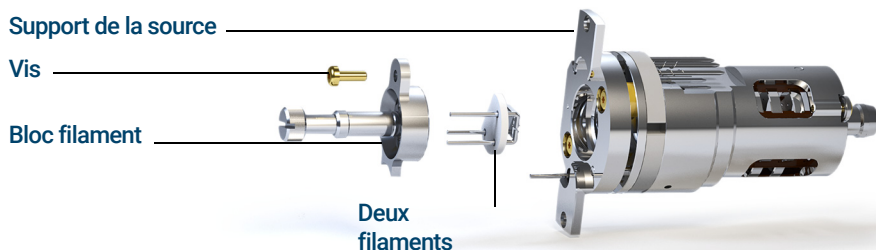

Figure 53. Remplacement des deux filaments
- 4 Déposer la vis fixant le bloc filament dans le support de la source. (Voir **Figure 53**.)
- 2 Insérer les 3 broches sur les deux filaments par l'arrière du bloc filament. (Voir **Figure 53** page 181.)